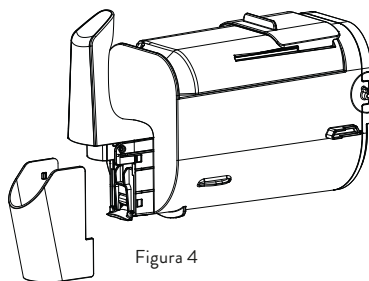

Figura 4
3. Pulire l'uscita: rimuovere la copertura (Figura 4), premere il supporto nel punto di bloccaggio, aprire la leva di uscita e rimuovere il gruppo (vedere Figure 5 + 6). Pulire accuratamente e rimontare in ordine inverso.